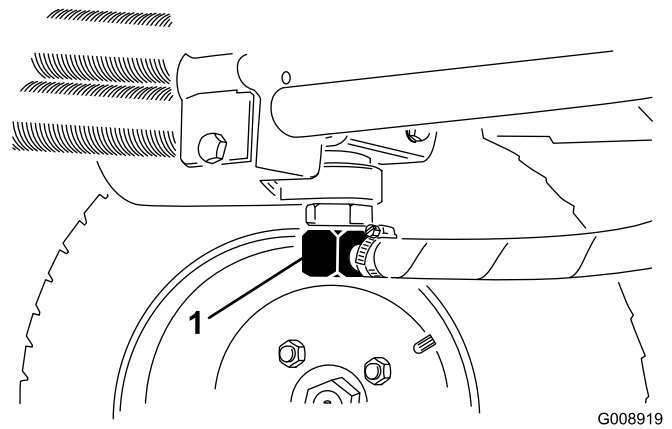
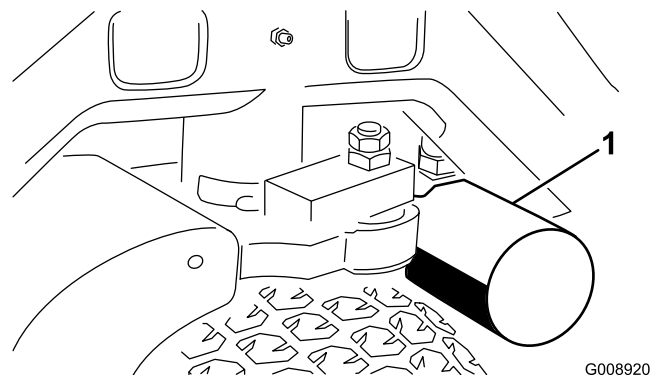

Рисунок 75
Рисунок 76
2. Отсоедините гидравлическую линию (Рисунок 75) или снимите гидравлический фильтр (Рисунок 76) и дайте гидравлической жидкости стечь в сливной поддон.
4. Поместите поддон под фильтр (Рисунок 76), а затем снимите фильтр.